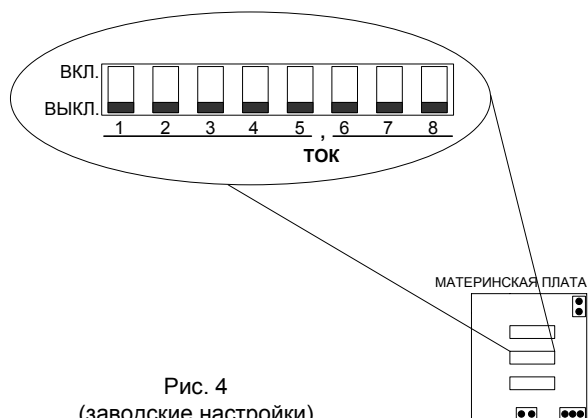

Рис. 4
- Микропереключатели №1-5 (см. рис.4 и табл.4) устанавливают целые значения тока.
- Микропереключатели №6-8 (см. рис.4 и табл.5) устанавливают десятичные значения тока.